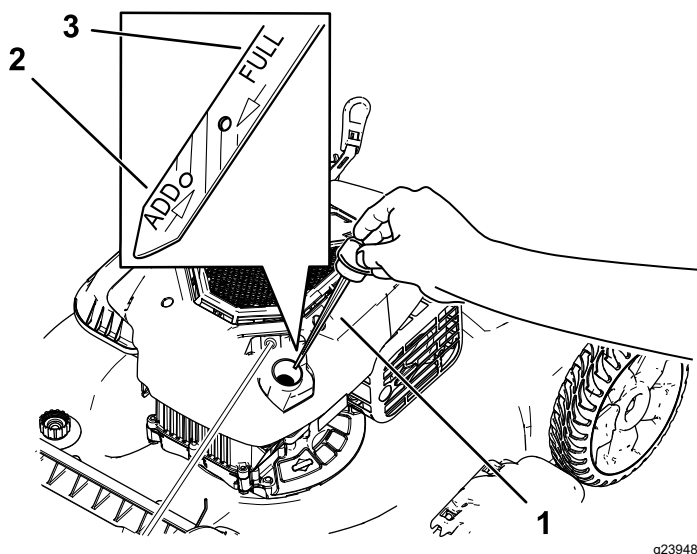

Figura 19
3. Retire a vareta rodando-a no sentido contrário ao dos ponteiros do relógio e puxando-a para fora (Figura 19).
10. Leia o nível de óleo na vareta (Figura 19).